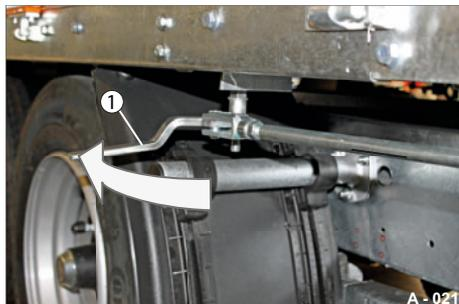

Abb. 22 Zentralverriegelung entriegelt
- Drehen Sie den Hebel (Abb. 22/1) in 90 ° Stellung auf.